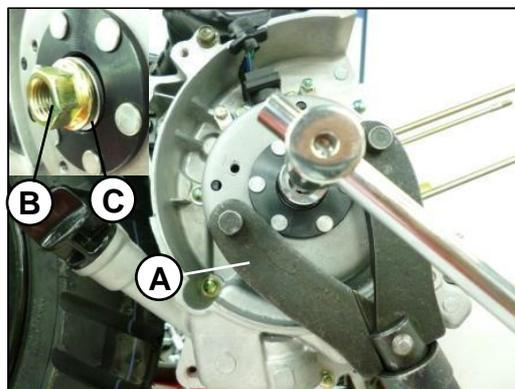

Fig. 03
Sostenga la volante con una llave universal (A) retire la tuerca de 10 mm de la volante (B) remueva la arandela (C). **Fig.03**